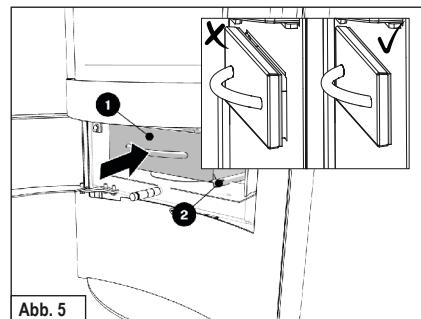

Abb. 5
- Legen Sie den Deckel (2) wieder zurück (Abb. 5).
- ✓ Schieben Sie den Aschebehälter (1) wieder in die Öffnung, so dass dieser bündig mit der Dichtung anliegt (Abb. 5).